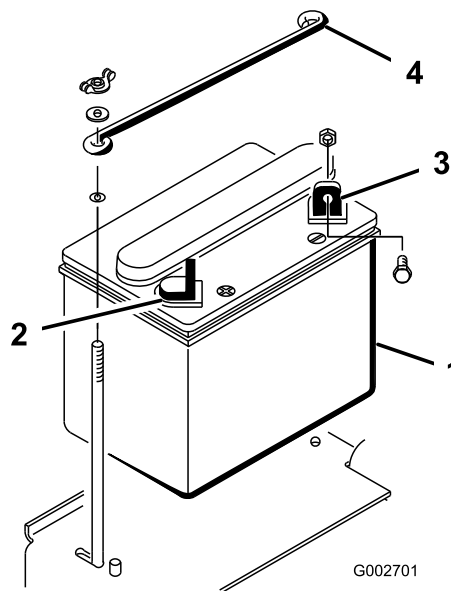

Figura 5
1. Montate la batteria, con il morsetto negativo verso la parte posteriore della macchina (Figura 5).